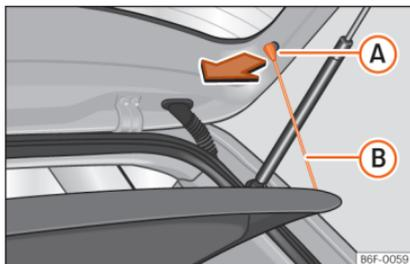

Fig. 124 Na bagageira: desmontar e montar a chapeleira.
- Desengate os tirantes de fixação »» Fig. 124 (B) dos alojamentos (A).
- Engate os tirantes de fixação »» Fig. 124 (B) na porta da bagageira.